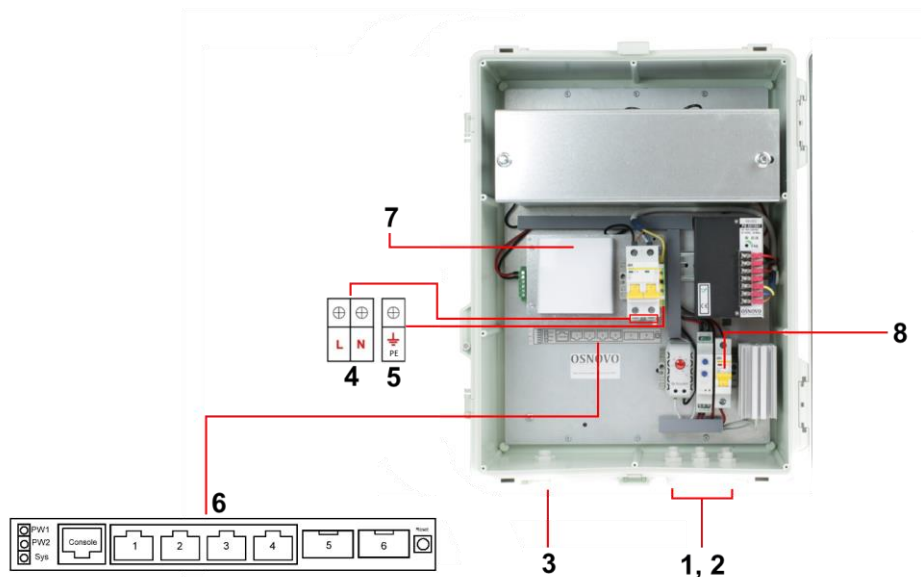

Рис. 4 Подключение уличного коммутатора SW-80402-WLU(port 90W)
1. Проденьте кабели витой пары через соответствующие отверстия гермовводов (1) снаружи внутрь бокса (рис.4).
3. Подключите обжатые разъемами RJ-45 кабели к коммутатору (6) и затяните гермовводы (1). Для обеспечения защиты от проникновения влаги внутрь корпуса, кабели должны быть плотно укреплены в гермовводах.
4. Аналогично пункту 1 протяните кабель питания от сети AC 195-265V / 50 Гц внутрь корпуса через соответствующий гермоввод (3) (Ø 4-8мм), подключите кабель питания к контактам **L (фаза)** и **N (ноль)** (4) и **РЕ** (5). Затяните гермоввод.
5. Зачистите оптоволоконные кабели на длину 25-30 см, пропустите их в отверстия гермовводов (2), затяните резьбу гермовводов так, чтобы кабель жестко фиксировался в зажиме гермовводах.
6. Соблюдая все требования технологии сварки оптоволоконного кабеля, приварите пигтейлы (имеется в комплекте) к оптоволоконным жилам кабеля. Уложите оптоволоконный кабель в пазы оптического кросса (7), следя за тем, чтобы диаметр кольца не был менее 60 мм. Подключите разъемы пигтейлов к SFP модулям (не входят в комплект поставки) установленным предварительно в SFP разъемы коммутатора (6). Закройте крышку оптического кросса (7).
8. Вставьте плавкую вставку - предохранитель в держатель (8) и его утапливанием подключите источник резервного питания в цепь питания уличного коммутатора. В случае использования автомата 1P (8) (вместо держателя плавкой вставки) убедитесь, что он находится в положении «ВКЛ». Включите основной автоматический выключатель 2P. Аккуратно закройте крышку, затяните ее 4-мя винтами из комплекта поставки. Уличный коммутатор готов к эксплуатации.
*Вместо держателя с установленной плавкой вставкой в коммутатор может быть установлен автомат (8) 1P на 220V, 10A находящийся в положение «вкл» (см. на рис. 4)